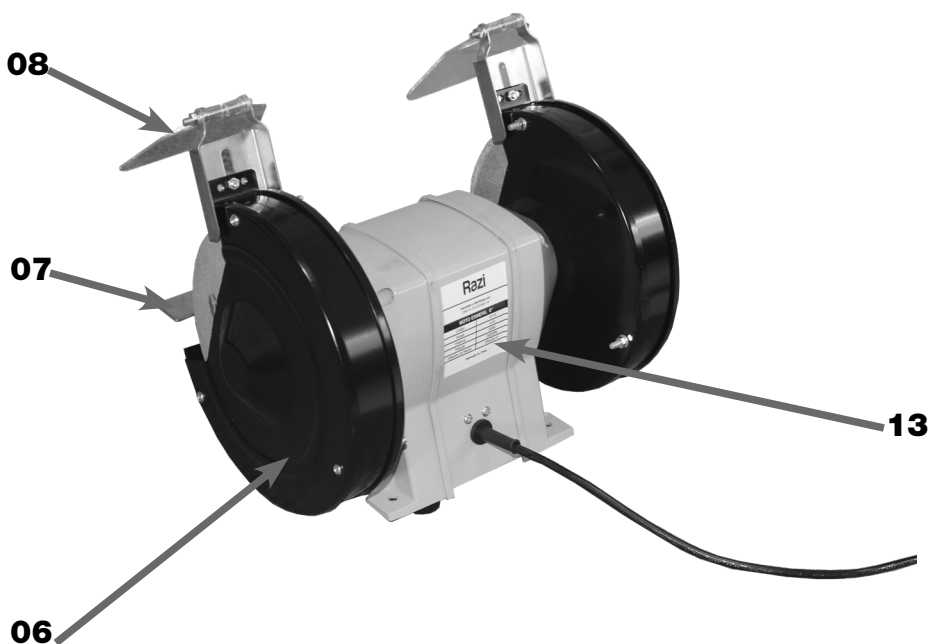

FIGURA 02 – Moto Esmeril vista traseira
VERIFICAR se a tensão (Volts) da máquina é compatível da rede elétrica. Esta informação pode ser obtida tanto na Plaqueta de Especificações Técnicas (13) fixada na parte traseira do Moto Esmeril (01) (figura 02);
SEMPRE durante qualquer operação de desbaste ou afiação, a Proteção Frontal (08) (figura 02) deve estar posicionada para baixo.
5. VERIFICAR se a tensão da rede elétrica é a mesma da máquina, conforme indicada na Plaqueta de Especificações Técnicas (13) (figura 02).